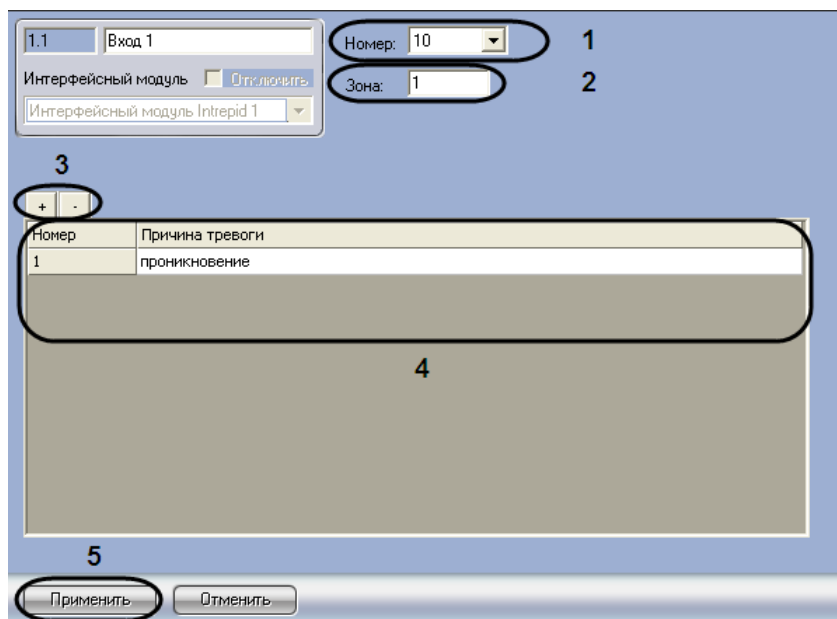

Рис. 2.9-2. Настройка объекта **Вход**
1. Перейти на панель настройки объекта **Вход** (Рис. 2.9-2).
2. Из раскрывающегося списка **Номер** выбрать номер входа, заданный при настройке системы *Intrepid Micropoint* (см. Рис. 2.9-2, **1**).
3. В поле **Зона** ввести номер зоны регистрации, которой принадлежит данный вход (см. Рис. 2.9-2, **2**).
4. Задать возможные причины тревожных событий на контрольном сегменте. Для добавления причины в таблицу используется кнопка **+**, для удаления – кнопка **-** (см. Рис. 2.9-2, **3**).
5. После добавления причины в таблицу изменить при необходимости ее описание в столбце **Причина тревоги** (см. Рис. 2.9-2, **4**).
6. Для сохранения внесенных изменений нажать **Применить** (см. Рис. 2.9-2, **5**).